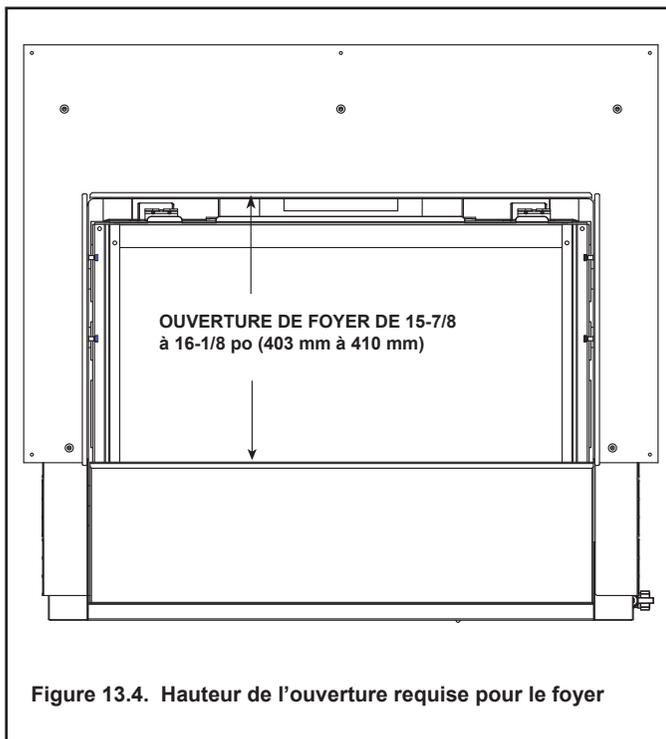

Figure 13.4. Hauteur de l'ouverture requise pour le foyer
**Remarque :** Le panneau du couvercle inférieur doit être poussé complètement vers le bas. Les brides de finition extérieures doivent s'aligner. L'ouverture du foyer doit être entre 15-7/8 po (403 mm) et 16-1/8 (410 mm) afin d'assurer l'ajustement exact des façades décoratives. Voir la Figure 13.4.